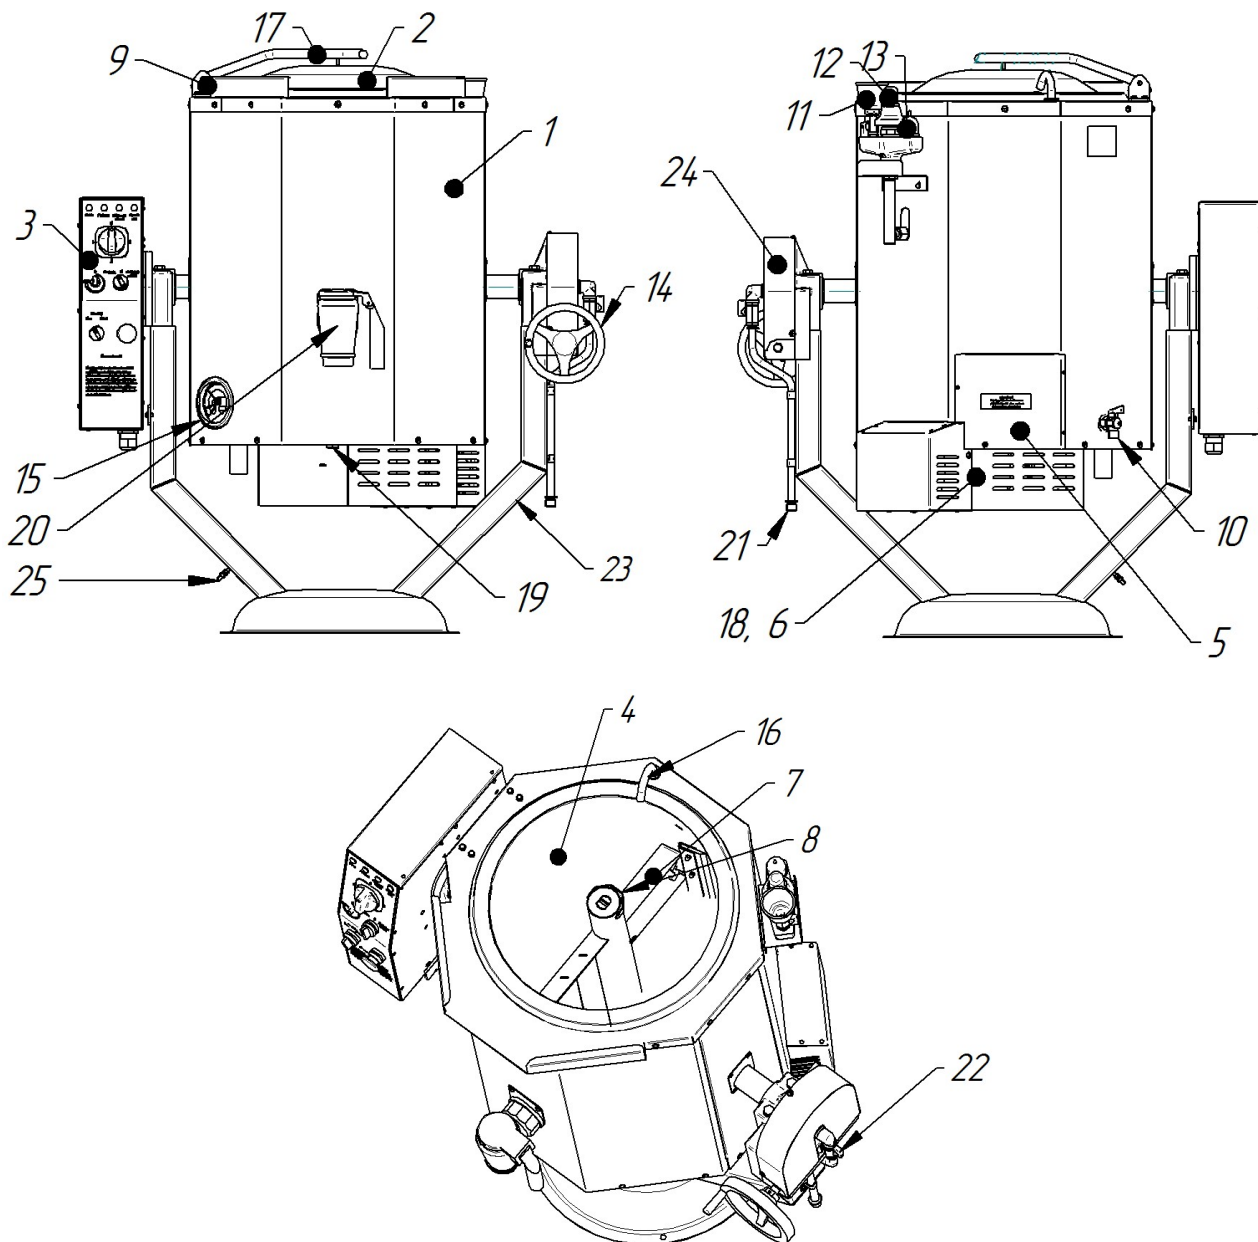

Рис. 1. Устройство котла
Устройство котла приведено на рис. 1.
- варочного сосуда с защитными панелями (рис. 1 поз. 1);
- миксера (рис. 1 поз. 7) со съемными скребками (рис. 3);
- рамы варочного сосуда (рис. 1 поз. 23);
- крышки (рис. 1 поз. 2);
- панели управления (рис. 1 поз. 3);
- ручного механизма (рис. 1 поз.24).
Снизу к «рубашке» крепится электродвигатель с редуктором (рис. 1 поз. 6 и рис. 1 поз. 18). Миксер (рис. 1 поз.7) соединяется с редуктором через вал.
Миксер и скребки для перемешивания продукта в варочном сосуде съемные. Для извлечения миксера необходимо поднять фиксатор крепления (рис. 1 поз. 8) и снять миксер с вала привода. Миксер в рабочее положение устанавливается в обратной последовательности. Скорость вращения миксера и направления движения миксера задается с панели управления котла (см. рис. 2). Работа миксера дополнительно контролируется положением крышки котла – миксер работает только при закрытом положении крышки котла. Для определения положения крышки на вале крышки установлен магнит. Напротив магнита, за облицовкой котла, установлен магниточувствительный датчик. Для визуального контроля положения крышки котла на панели управления предусмотрена световая сигнализация «Крышка котла» (см. рис. 2. поз. 3).
Для уменьшения выхода пара и для заправки продукта в котел оснащен крышкой (рис. 1 поз. 2). Для фиксации крышки котла в открытом положении предусмотрен фиксатор с ручкой (рис. 1. поз. 9). Для закрытия крышки котла необходимо удерживая ручку крышки котла потянуть ручку фиксатора и закрыть крышку.
На задней стенке котла установлен кран контроля уровня воды в «рубашке» (рис. 1 поз.10) и предназначен для ручного контроля верхнего уровня воды в «рубашке».
Для полного слива воды из «рубашки», при технологическом обслуживании, на основании варочного котла имеется патрубок закрытая резьбовой заглушкой G1/2 (рис. 1 поз. 19).
Расположенная на задней стенке котла стойка контрольно-заливная арматура состоит из заливной воронки с краном (рис. 1 поз. 11), предохранительного клапана высокого давления (рис. 1 поз. 12) и предохранительного клапана низкого давления (вакуумного) (рис. 1 поз. 13).
По специальному заказу котел может поставляться со сливным краном (рис. 1 поз. 20). Сливной кран предназначен для слива только жидкого продукта из варочного сосуда.
Для контроля давления в пароводяной «рубашке» предусмотрен электроконтактный манометр (рис. 1 поз. 15). При давлении в «рубашке» выше значения верхней уставки ТЭНы отключаются. При снижении давления в «рубашке» до уставки нижнего значения уставки на электроконтактном манометре ТЭНы вновь включаются. Электроконтактный манометр расположен на передней стенке и настроен на верхнее рабочее давление $0,60$ кгс/см² и нижнее рабочее давление $-0,45$ кгс/см².
Ручной механизм управления положением варочного сосуда установлен на правой стойке рамы (рис. 1 поз. 24). При вращении штурвала (рис. 1 поз. 14) по часовой стрелке варочный сосуд наклоняется вперед. При вращении штурвала против часовой стрелки варочный сосуд переводится в вертикальное положение.